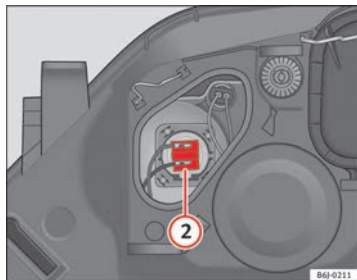

Fig. 139 Luz de carretera
- Extraiga el conector ⇒ fig. 139 ② tirando hacia afuera.